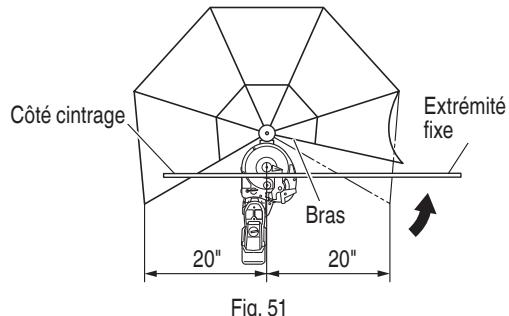

Fig. 51
- Bien installer la protection anti-flèche pour cintrer des barres béton d'une longueur de cintrage de 20" (dimension intérieure de la protection anti-flèche) ou moins et d'une longueur de fixation supérieure à 20". Dans ce cas, amener le bras sur le côté fixation, comme indiqué ci-dessous. (Fig. 51)